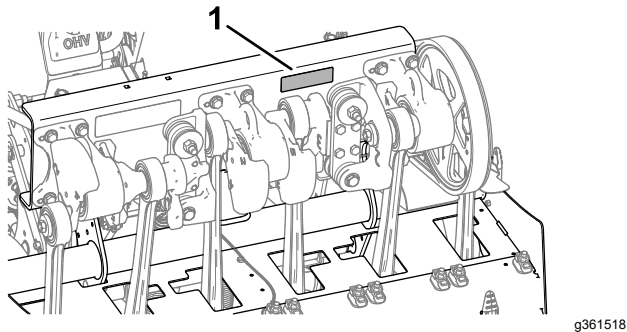

Figure 171
3. Vérifiez que les fixations de la tête d'aération, les fixations du timon et les écrous de roues sont serrés au couple correct. Les couples de serrage sont indiqués sur l'autocollant de référence situé sur le profilé du support de la tête d'aération (Figure 171).